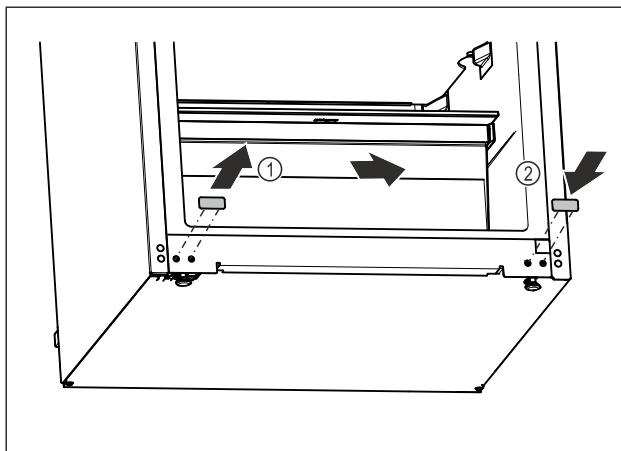

Fig. 12
► Извлеките заглушку. Fig. 12 (1)
► Установите заглушку на противоположной стороне. Fig. 12 (2)